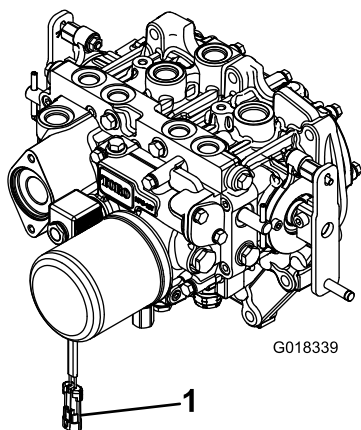

図 3
2. PTO クラッチを誤って作動させることのないように、PTO用ソレノイドバルブコネクタから、ワイヤハーネスのコネクタを外しておくこと（図 3）。
8. 駆動シャフトの反対側の端部をアタッチメントのギアボックスのシャフトに固定し終わったら、ワイヤハーネスの電気コネクタを PTO ソレノイドバルブのコイルのコネクタに接続する (図 3)。